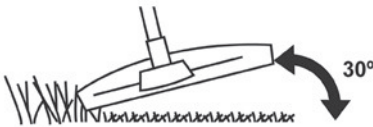

Fig. 46
- > Mantenha a cabeça do aparador a poucos centímetros do solo, num ângulo de aproximadamente 30° (Fig. 46).